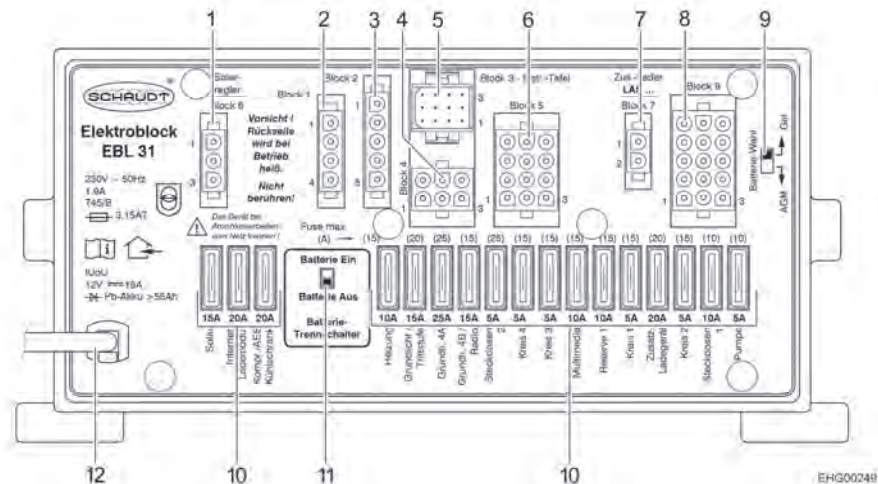

Bild 76 Elektroblock (EBL 31)
- ▷ Um **alle** elektrischen 12-V-Verbraucher von der Spannungsversorgung zu trennen und eine Entladung der Wohnraumbatterie zu vermeiden, Batterie-Trennschalter (Bild 76,11) am Elektroblock auf "Batterie Aus" stellen.
- ▷ Verbraucher wie Ladegerät, Solar-Laderegler, Panel oder Ähnliches entnehmen Strom von der Batterie, auch wenn der 12-V-Hauptschalter am Panel (Bild 77,6) ausgeschaltet ist. Deshalb den Batterie-Trennschalter (Bild 76,11) am Elektroblock auf "Batterie Aus" stellen, wenn das Fahrzeug längere Zeit nicht benutzt wird.